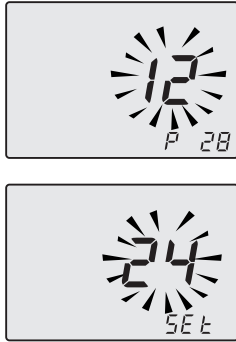

Figura 9.4
- Utilizando los botones 12 o 13 se puede modificar el valor del parámetro 28 desde **00** meses a **48** meses. Se admite el valor **99** que deshabilita la solicitud de mantenimiento. En el display se alternan los mensajes **P28-SEt** (Figura 9.4).